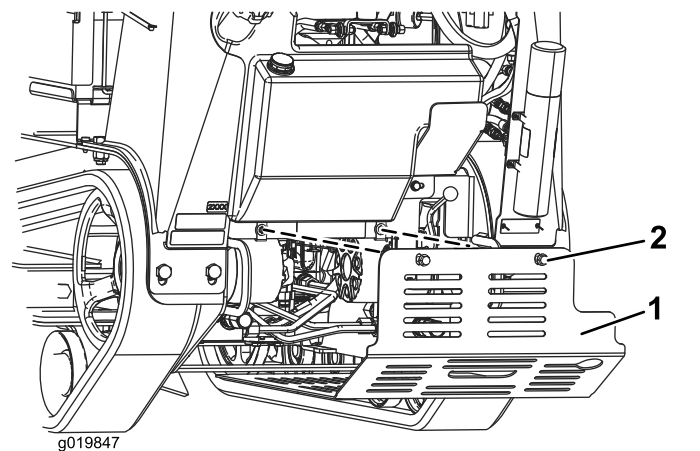

図 26
3. 下部シールドを機体に固定しているボルト2本を交互にゆるめてシールドを外す 図 26。
5. 運転する時は必ずシールドを取り付ける。下側シールドを4ヶ所のタブにセットし、外す時にゆるめたボルト2本で固定する 図 26。